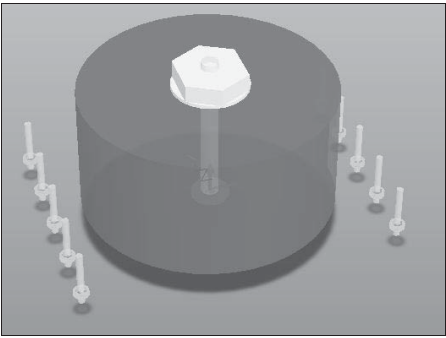

Рис. 2.32. Результат операций экструзии
10. Командой меню **View | 3D Layout Mode** или клавишей <3> переключить программу в режим трехмерного отображения и убедиться в успешном выполнении операции (рис. 2.32).